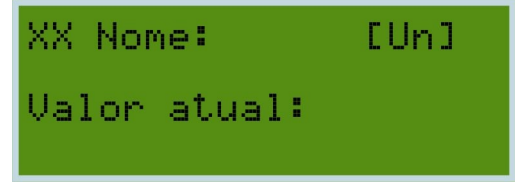

Figura 19: Tela de visualização de ajustes.
1. A partir da tela padrão ou de qualquer tela de leitura de medições, pressione a tecla “Selec” uma vez, o primeiro parâmetro passível de ajuste será apresentado na tela de configuração (figura 19) assim como seu valor atual: